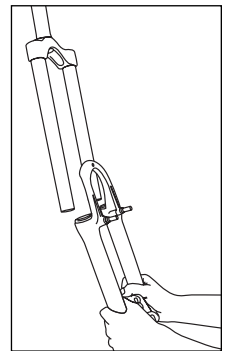

Abb. 9
5. Ziehen Sie die einteilige untere Rohreinheit ab (siehe Abb. 9)